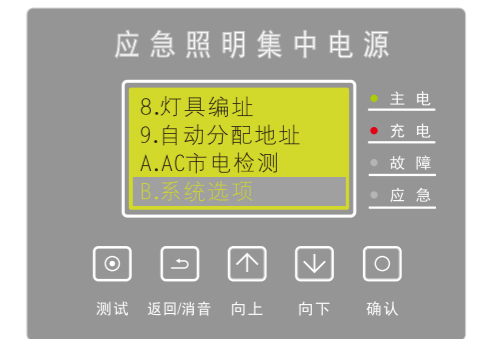

图5.26
(12)、系统选项:在主屏时,按【确认】键进入菜单,按【向上/向下】键选择【系统选项】(如图5.26),按【确认】键进入。